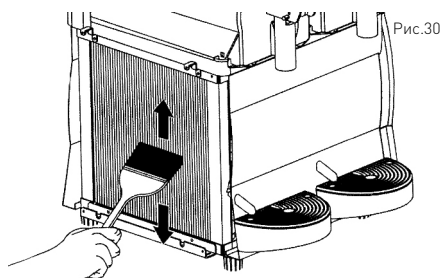

Рис.30
- 4) При помощи сухой щетки (не прилагается к устройству) удалите скопившуюся пыль. (См. Рис. 30)